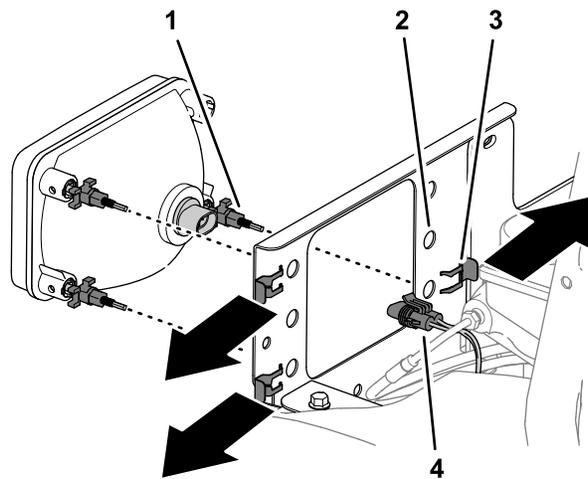

図 43
1. マシンのヘッドライト後部の2ピンコネクタから、ワイヤハーネスの2ソケットコネクタを取り外す(図 43)。
2. ヘッドライト調整ナット3個からクリップ3個を外し、ヘッドライトをヘッドライトブラケットから取り外す(図 43)。
5. ヘッドライト調整ナット3個をヘッドライト取り付けブラケットの穴に合わせ、ステップ 図 43 で取り外したクリップ (2) でそれを固定する。